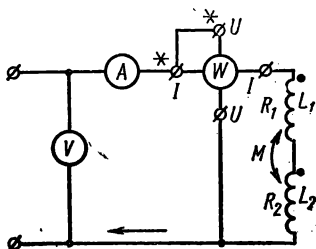

Рис. 2.62
На схемах согласное включение условно обозначается соединением конца первой катушки с началом второй (рис. 2.62). Начала катушек отмечают точкой, а дугообразной стрелкой магнитную связь катушек.
Для опытного определения взаимной индуктивности измеряют силу тока в цепи (см. рис. 2.62), напряжение и активную мощность при согласном включении и рассчитывают L_c по формулам, указанным в п. 2. Затем повторяют измерения и расчет для встречного включения. Взаимную индуктивность определяют по формуле
3. Собрать цепь (см. рис. 2.62) для измерения взаимной индуктивности по методу согласного и встречного включения и показать ее преподавателю для проверки.